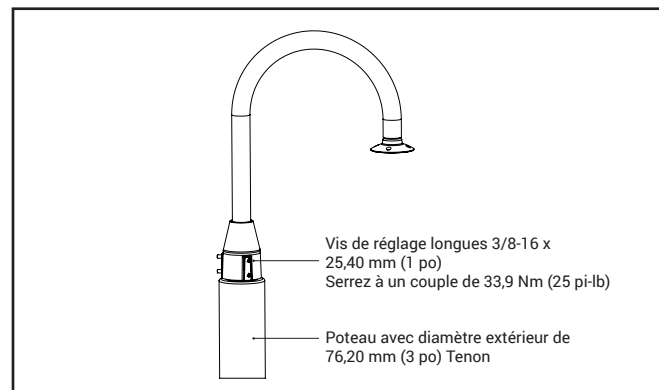

Figure 10.
3. Montez le bras Bishop sur le poteau comme il est illustré à la Figure 10. Serrez les vis de réglage 3/8-16 à six endroits.